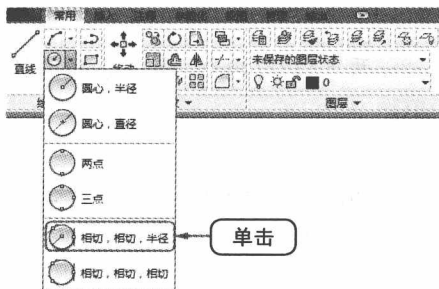

图1-8 单击【相切，相切，半径】命令
(4) 绘制相切的圆。单击【常用】选项卡【绘图】面板中的【相切，相切，半径】命令 $\odot$ ，如图1-8所示，分别单击半径为9mm的两个圆，然后输入半径为100mm，绘制与两圆相切半径为100mm的圆；继续使用【相切，相切，半径】命令 $\odot$ ，分别单击上方半径为9mm的圆与左下角半径为12mm的圆，然后输入半径为80mm，绘制与两圆相切半径为100mm的圆。